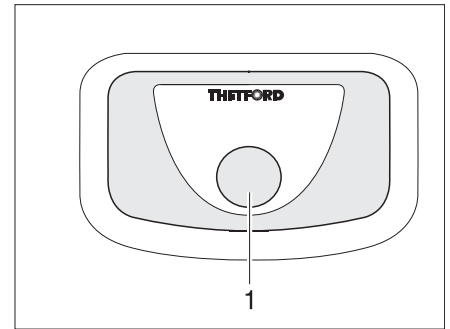

Bild 120 Spülknopf Thetford-Toilette
- Zum Spülen den blauen Spülknopf (Bild 120,1) drücken.